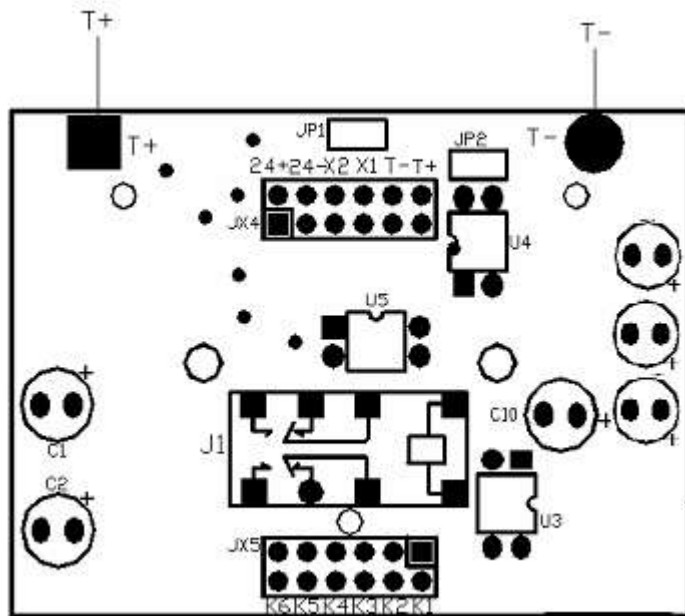

Рис. 2.2.1 Внешний вид платы устройства.
2. Установить переключки JP1, JP2. (см. Рис. 2.2.1)
3. Подключиться, соблюдая полярность, к контактным площадкам T+, T- с помощью программатора Z-511. (см. Рис. 2.2.1)
5. Снять переключки JP1, JP2. (см. Рис. 2.2.1)